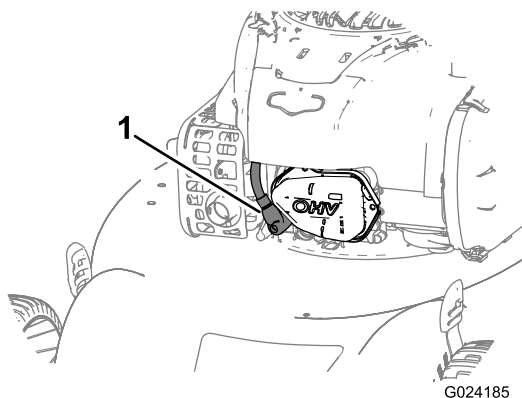

Figure 14
2. Débranchez le fil de la bougie (Figure 14) avant de procéder à un quelconque entretien.